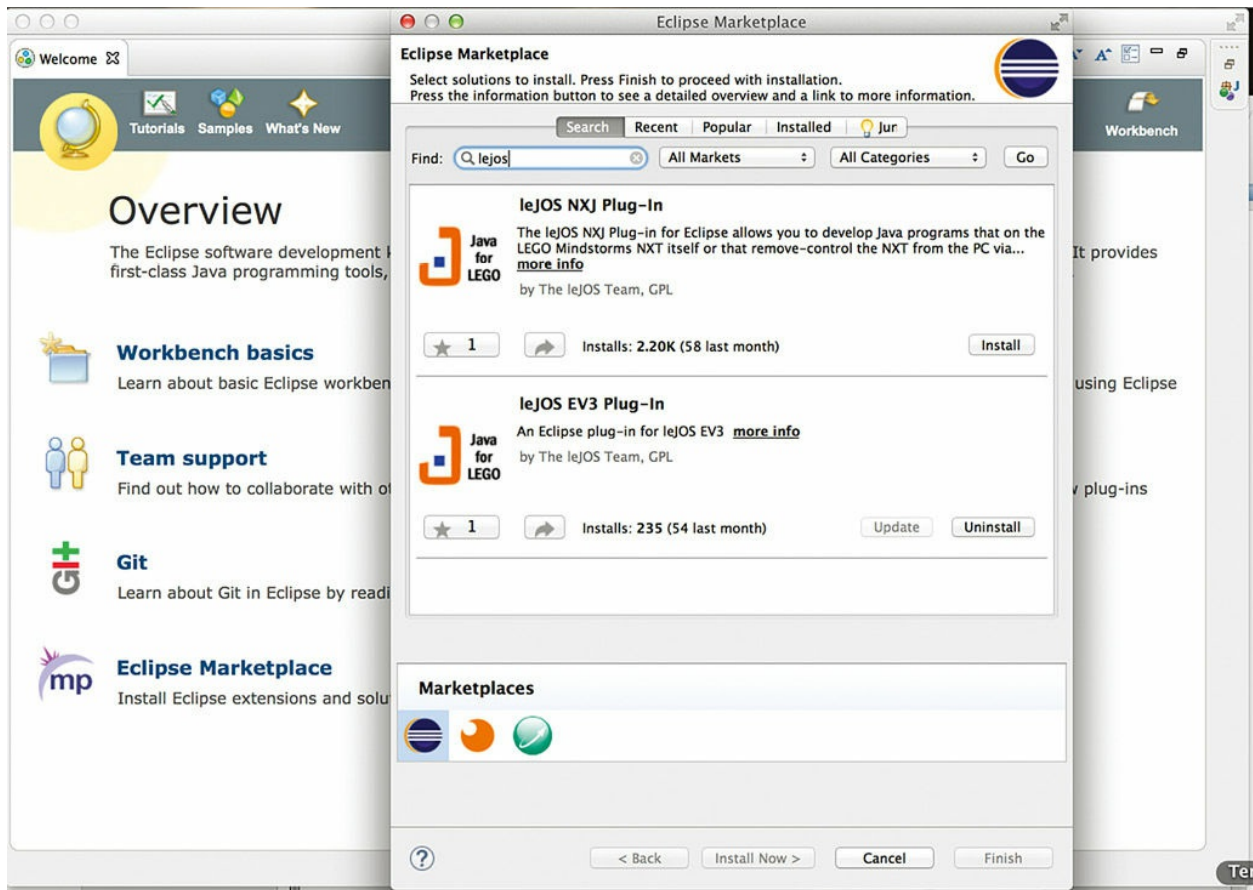

图12.2 你也可以搜索“EV3”而不是“leJOS”
**5.** 使用“search”（搜索）选项来找到leJOS，如图12.2所示。一定要选择leJOS EV3 beta版本，而不是NXJ版本。